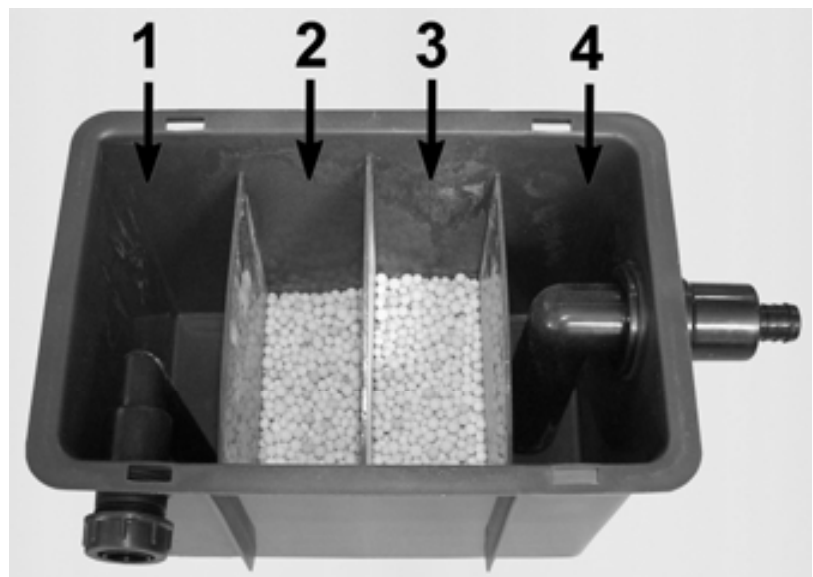

Abb. 73: Kammer ① mit Wasser sowie Kammern ② und ③ gleichmäßig mit Neutralisationsgranulat befüllen.
- Ist kein Granulat zur Neutralisation des Kondensats vorhanden, muss es nachgefüllt werden (s. Abb. 73, Seite Fehler! Textmarke nicht definiert.).
- Vor Einschalten des Betriebsschalters muss die Kammer ① der Neutralisationsbox mit Wasser befüllt werden.
Den Deckel öffnen und das Neutralisationsgranulat in Kammer ② und ③ (s. Abb. 73) gleichmäßig nachfüllen. Bei regelmäßiger Nachfüllung ist das Neutralisationsergebnis umso gleichmäßiger.